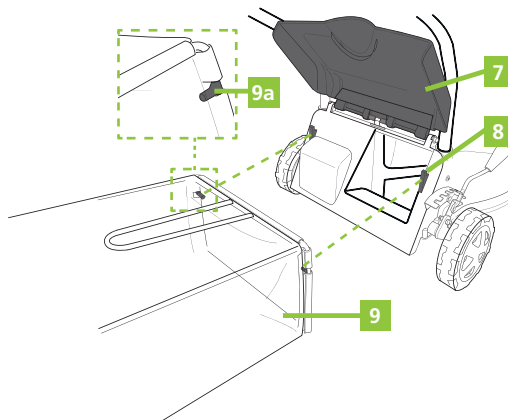

Abbildung 7
1. Öffnen Sie die Schutzabdeckung (7) und halten Sie sie in dieser Position.
2. Die Halterungen (9a) am Grasfangkorb (9) mit den Haken (8) zum Aufhängen ausrichten (Abb. 7).
3. Den Abweiser (7) lösen.